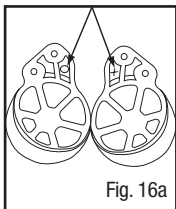

Fig. 16a
- Revise los montajes para orejera de plástico negro y ubique la “X” y la “O” moldeada en el plástico. Hay un lado de montaje derecho y uno izquierdo (orejera). Como se usa, el montaje con la “X” debe quedar en el lado derecho del casco y el marcado con “O” en el izquierdo (i.e., “X” en la derecha, “O” en la izquierda). La Fig. 16a describe la ubicación de las marcas “X” y “O” en el montaje.